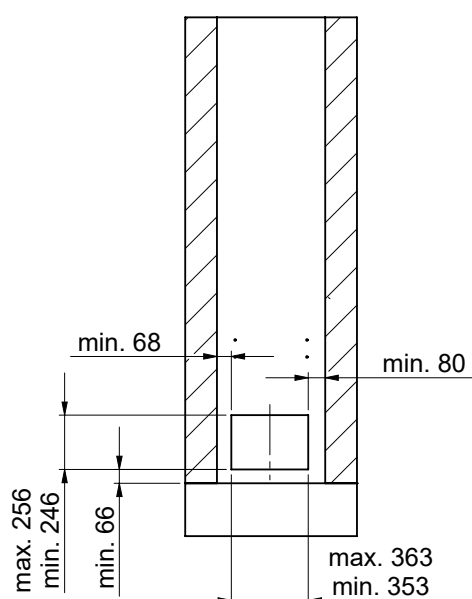

Fig. 28 Passage mural pour cloison coupe-feu
► Créer un passage mural pour la cloison coupe-feu selon le croquis Fig. 28.
Les dimensions indiquées sur le croquis Fig. 28 doivent impérativement être respectées. L'embrasure du passage mural doit être recouverte d'une finition lisse ① du fait des exigences techniques relatives à la protection incendie – Fig. 29.